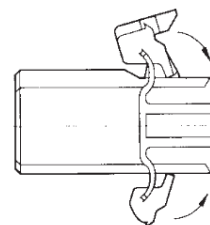

FIGURE 16 : BARRURE SECONDAIRE DE A36
16. Trouver A36; C18 et C2. (Figure 16) C2 se trouve assez loin dans la cavité pointée par la flèche, au plafond, au-dessus du panneau pneumatique.